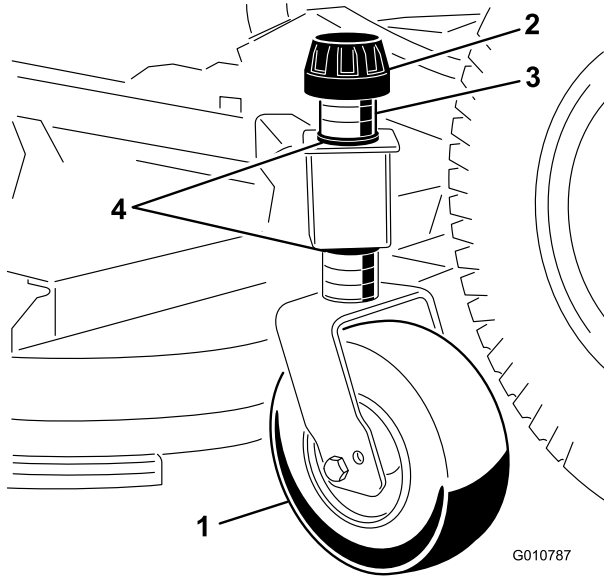

図 9
1. ゲージホイールをカッティングデッキのブラケットに固定しているテンショニングキャップを外す（図 9）。